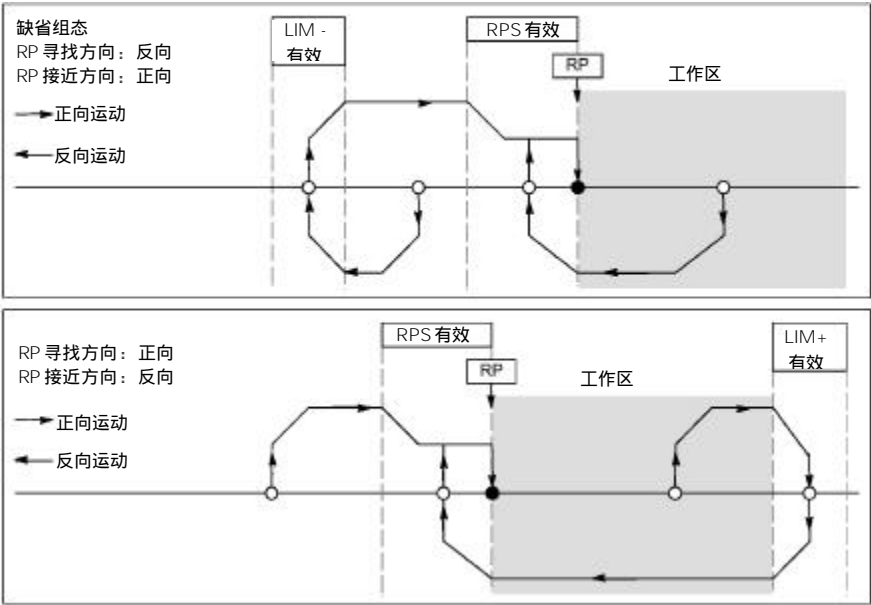

图 9-14 RP 寻找模式 1
更多的关于位控模块不同的 RP 寻找顺序的信息，请参见 254 页至 255 页的图 9-14 至 9-17。
- 图 9-14 所示是 RP 寻找模式 1 的选项。这种模式将 RP 定位在 RPS 输入开始激活，并且靠近工作区的这端。